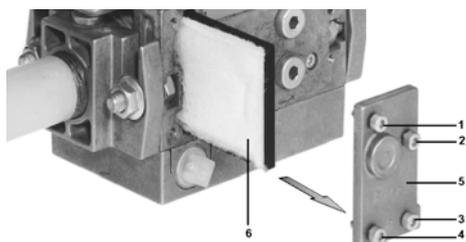

Рис. 30
- 2 Отвинтите винты 1 ÷ 4 шестигранным ключом № 3 и снимите крышку фильтра 5 на Рис. 30.